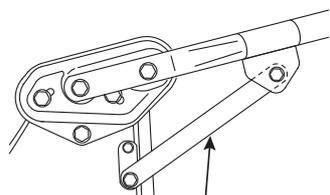

Abb. 4
3. Entfernen Sie die Gehäuseschrauben und bringen Sie die Leiste vorübergehend lose an. (Siehe Abb. 4)